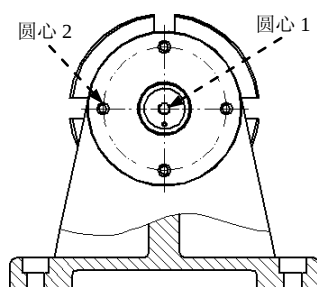

图 10.5.17 标注螺钉圆孔中心线
Step2. 标注螺钉圆孔中心线。单击 **主页** 选项卡 **注释** 区域中的 命令，确认 按钮处于按下状态，然后选取图 10.5.17 所示的圆心 1 和圆心 2，此时螺钉圆孔中心线如图 10.5.17 所示。